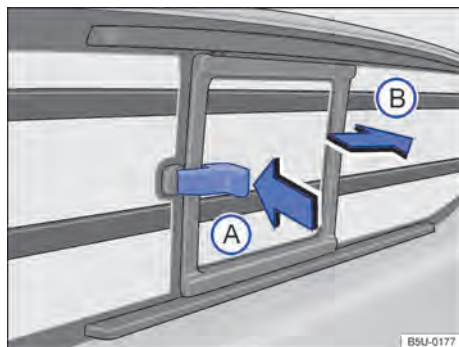

Fig. 57 No compartimento de carga: abertura do vidro correção.
Pressionar o fecho no sentido da seta → Fig. 57 (A) e ao mesmo tempo movimentar o vidro no sentido da seta (B).